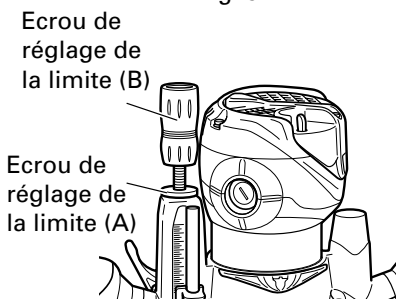

Fig. 6
3. Écrous de limite supérieure (Fig. 6)